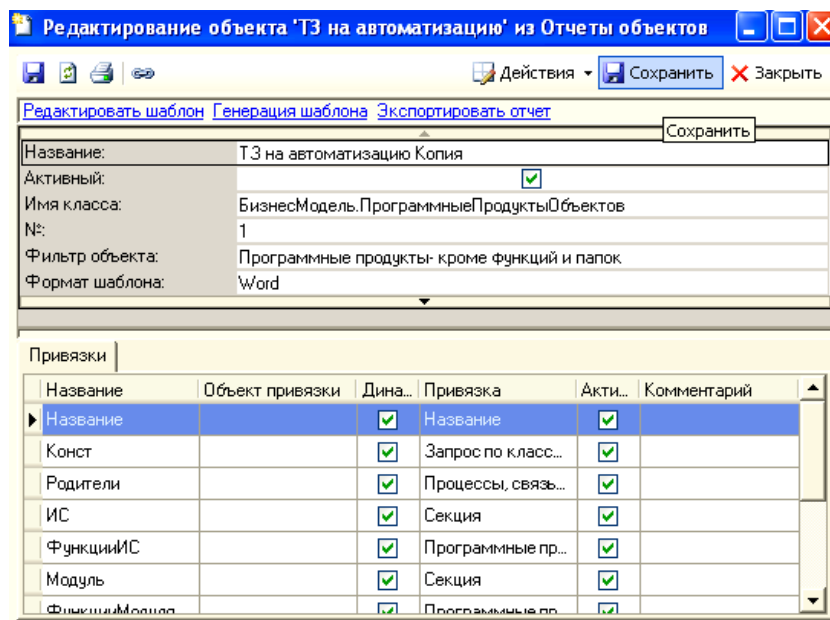

Рисунок 71 – Изменение названия созданной копии отчета
5. В открывшемся окне свойств отчета измените название отчета (рисунок 71) и щелкните кнопку *Сохранить*. После этого в перечне шаблонов отчетов появится созданная копия.